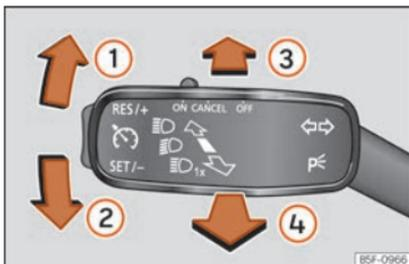

Fig. 109 Manípulo dos indicadores de mudança de direção e dos máximos.
- A partir da posição base, pressione para a frente o manípulo dos indicadores de mudança de direção e de máximos » Fig. 109 ③. Quando aparece a luz ≡D no ecrã do painel de instrumentos, o assistente de máximos está ligado.
- **OU:** com a luz de máximos ligada, puxe para trás o manípulo dos indicadores de mudança de direção e de máximos » Fig. 109 ④.